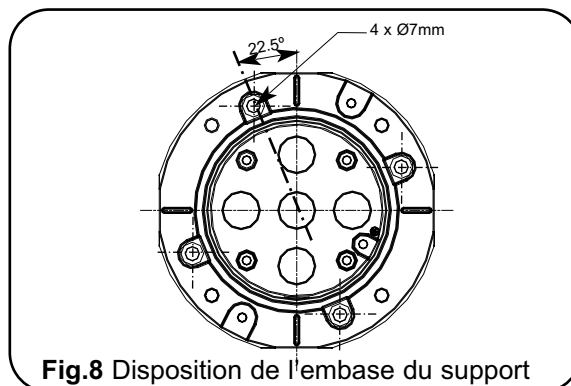

Fig. 8 Disposition de l'embase du support
- A.** Retirez l'embase du support en ôtant les vis tête bombée CH extérieures, puis après s'être assuré de la fixation murale sur la maçonnerie, marquez et percez 4 trous Ø 7 mm en vous servant de l'embase comme gabarit (présentée ci-dessus). Pour vérifier l'orientation, il existe des parties planes aux 4 axes permettant l'emploi d'un niveau pour l'alignement (**Fig. 8**). Utilisez des lunettes de protection lors du perçage.